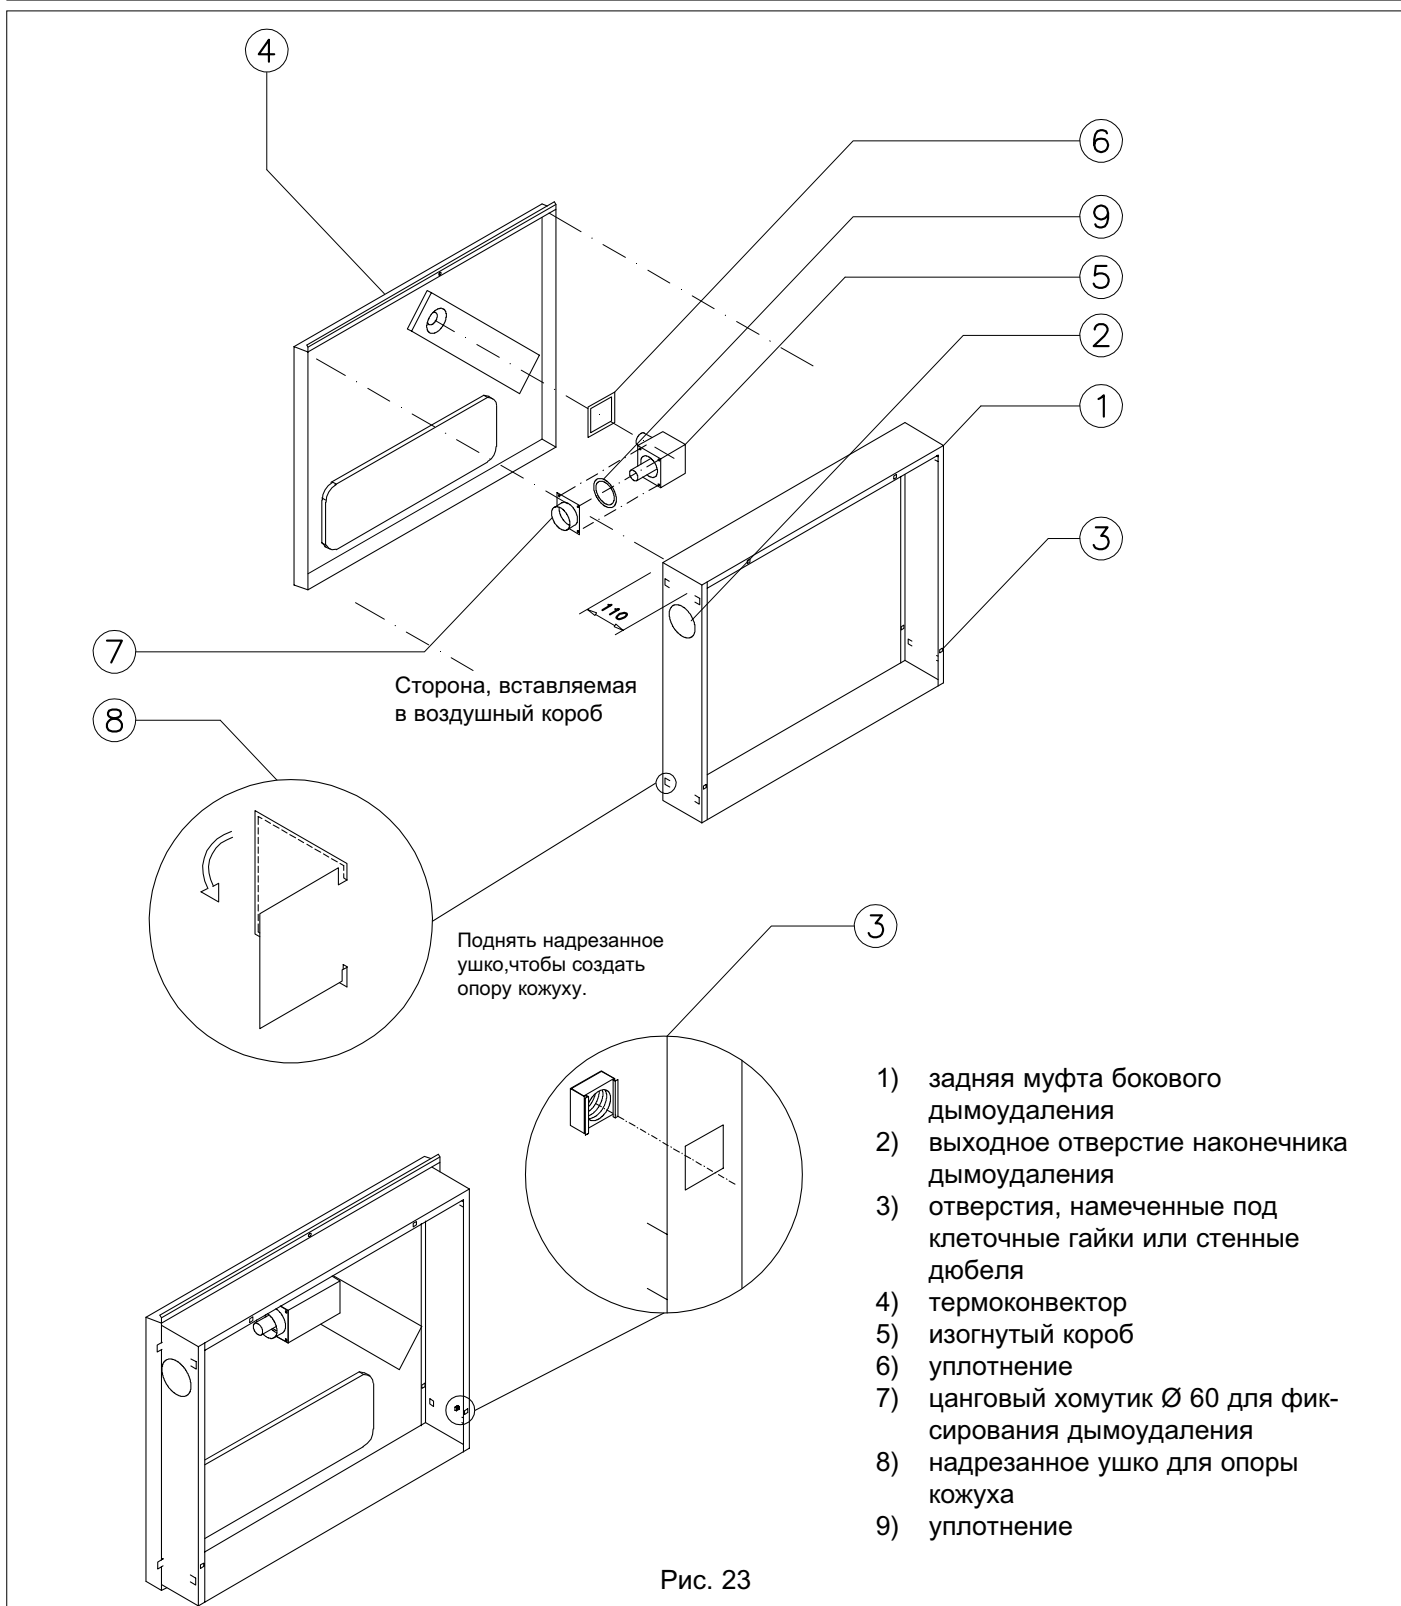

Рис. 23
- 1) Прodelать в стене отверстие (Ø 60), как указано на рис. 23 на отметках А и В.
- 2) Закрепить в стене заднюю муфту для бокового дымоудаления (1) с отверстием выхода дымового наконечника (2), повернутым направо или налево, соблюдая центровку отверстия Ø 60
- 3) Вставить 4 клеточные гайки внутрь специальных гнезд (3)
- 5) Зафиксировать на термоконвекторе (4) изогнутый короб (5) при помощи имеющихся винтов